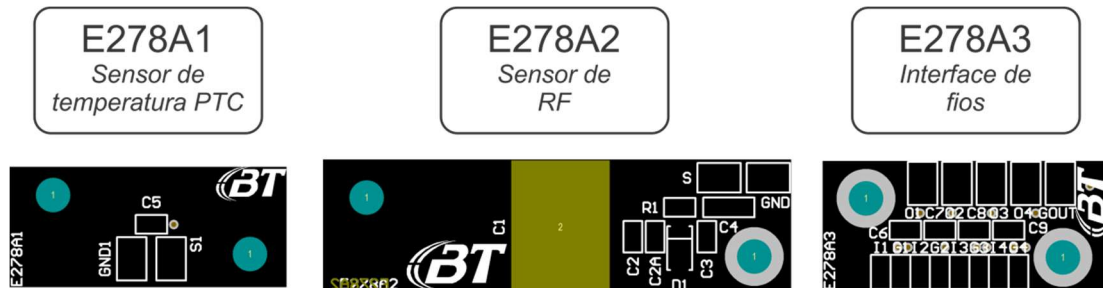

Figura 52: PCBs E278A1, E278A2 e E278A3
A Figura 52 mostra os conectores de acesso do conversor AC/DC placa E280A da carga de rejeição DL1330A.
5.5.3 Placas E278A1, E278A2 e E278A3, Figura 52